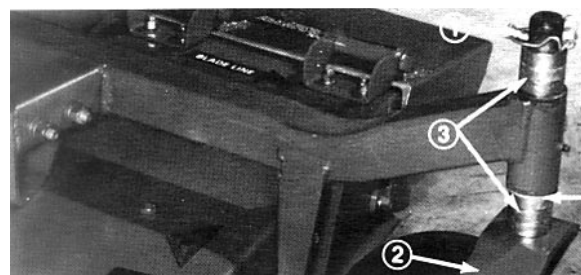

Fig. 2
2. Klem den bageste del af wiren sammen og drej wiren på splitbolten. Træk bolten ud af styrehjulsspindlen. Sæt afstandsringene på styrehjulsspindlen for at få den ønskede klippehøjde (fig. 2 og 3). Sæt så skiven på spindlen igen.
3. Skub styrehjulsspindlen gennem styrehjulsarmen. Sæt evt. resterende afstandsringe på spindlen (fig. 2 og 3). Montér splitbolten for at fastholde delene.